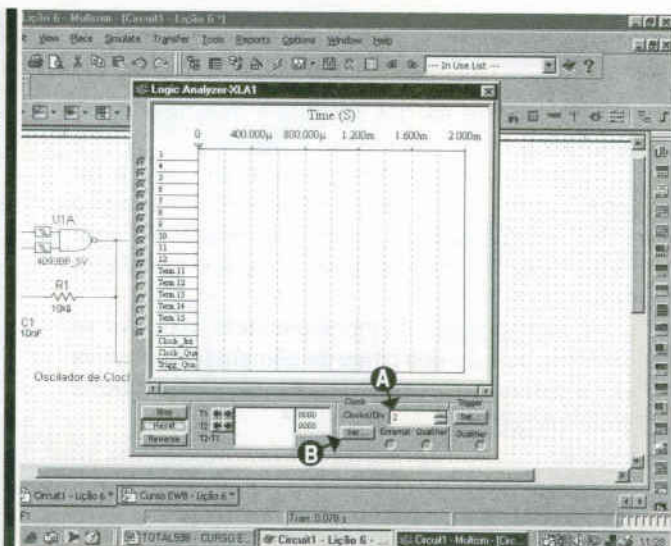
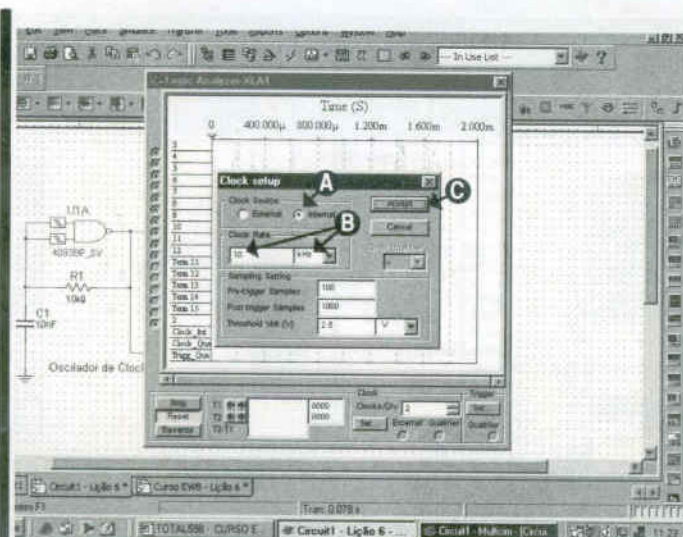

Figura 8 - Painel do analisador lógico
Figura 9 - Segundo painel de ajustes
Clicando sobre o painel desse instrumento, teremos acesso aos seus diversos controles. Para maior facilidade na observação dos sinais, usamos o controle "reverse" para obter uma imagem em fundo branco. Na condição normal, temos a imagem em fundo preto. O painel detalhado do analisador lógico é exibido na **figura 8**.
Abrindo o painel do analisador (basta clicar sobre o instrumento na área de trabalho) teremos acesso aos diversos controles, que devem ser ajustados para permitir a visualização dos sinais. Na **figura 8** já mostramos esse painel, com dois pontos que devem ser ajustados. O primeiro, indicado em **(A)**, consiste em se selecionar 2 *clocks*/divisão para observação do sinal. O segundo é para abrir o segundo painel de ajustes, clicando em **set (B)**, como podemos visualizar na **figura 9**.